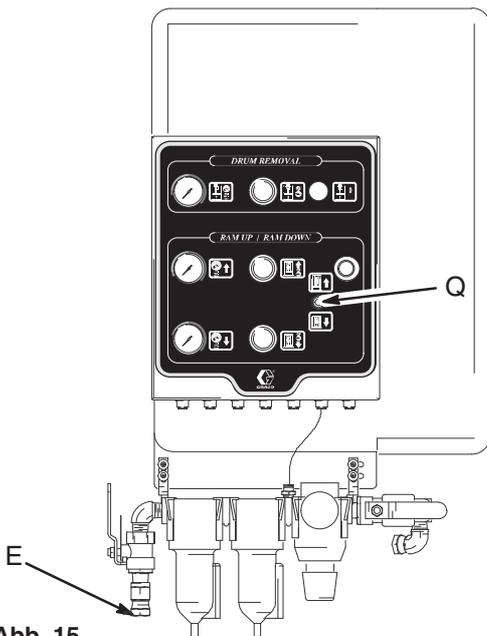

Abb. 15
1. Den Ram-Handventilhebel [(Q) in Abb. 15] in die Stellung OFF geben. Die Luftzufuhr zur Ram und zur Pumpe abschalten.
Bei der Notabschaltung wird die Bewegung der Ram durch folgende Schritte gestoppt (Abb. 15):